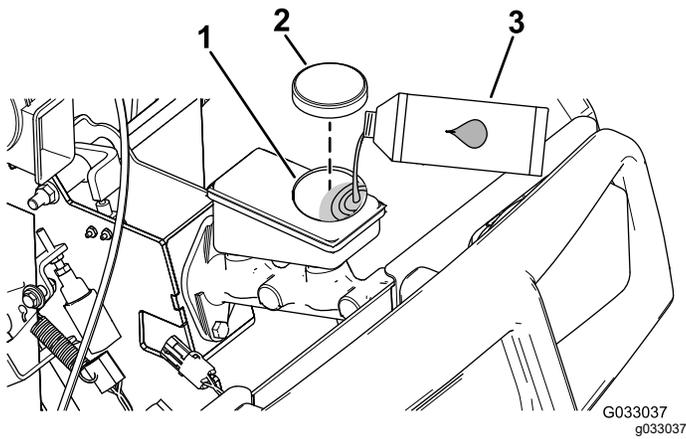

Figura 17
2. Sollevate il cofano per avere accesso al cilindro del freno principale e al serbatoio (Figura 17).
- A. Pulite l'area intorno al tappo del serbatoio e togliete il tappo (Figura 17).
- C. Montate il tappo sul serbatoio (Figura 17).